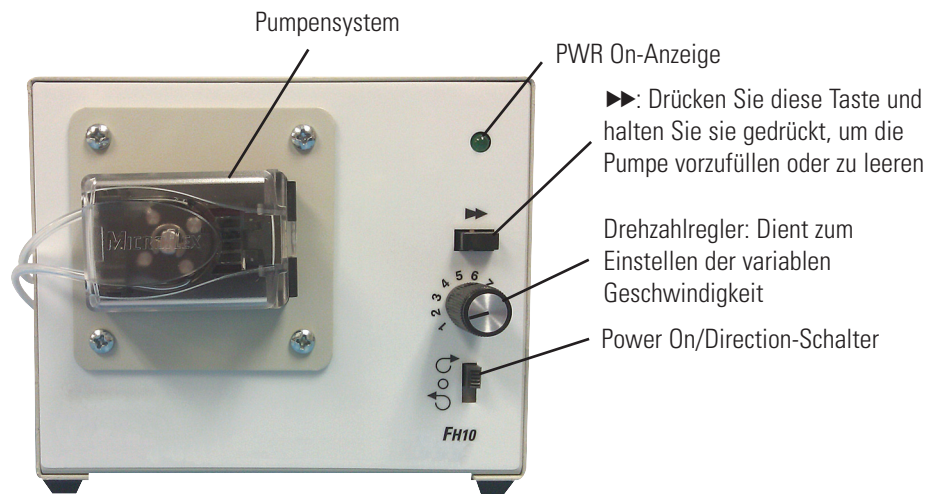

Abbildung 1-2. Pumpe - Frontplatte
Der **verstellbare Singleturn-Geschwindigkeitsregler**, Abbildung 1-2, ermöglicht den Betrieb mit variablem Durchfluss. Das grüne PWR On-Anzeigelämpchen leuchtet auf, wenn die Pumpe in Betrieb ist. Der Power On/Direction-Schalter schaltet den Strom ein, wenn eine Pumpenrotorrichtung (im oder gegen den Uhrzeigersinn) ausgewählt wird. Die Taste ►► wird zum Vorfüllen und Entleeren verwendet und betreibt die Pumpe bei maximaler Geschwindigkeit, wenn sie gedrückt wird.
1. Bringen Sie den **Power On/Direction**-Schalter, Abbildung 1-2, in die mittlere (Off) Position.
2. Öffnen Sie die **Klappe**, Abbildung 1-2, indem Sie die Fingereinsparungen an beiden Seiten halten und die Klappe von der Pumpe weg ziehen.